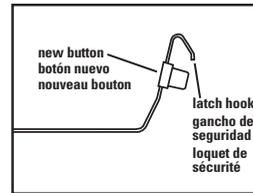

Fig. 6
7. Instale el botón nuevo en el muelle justo debajo del gancho de seguridad. **(Fig. 6)**
7. Placer le nouveau bouton sur le ressort tout juste sous le loquet de sécurité. **(Fig. 6)**